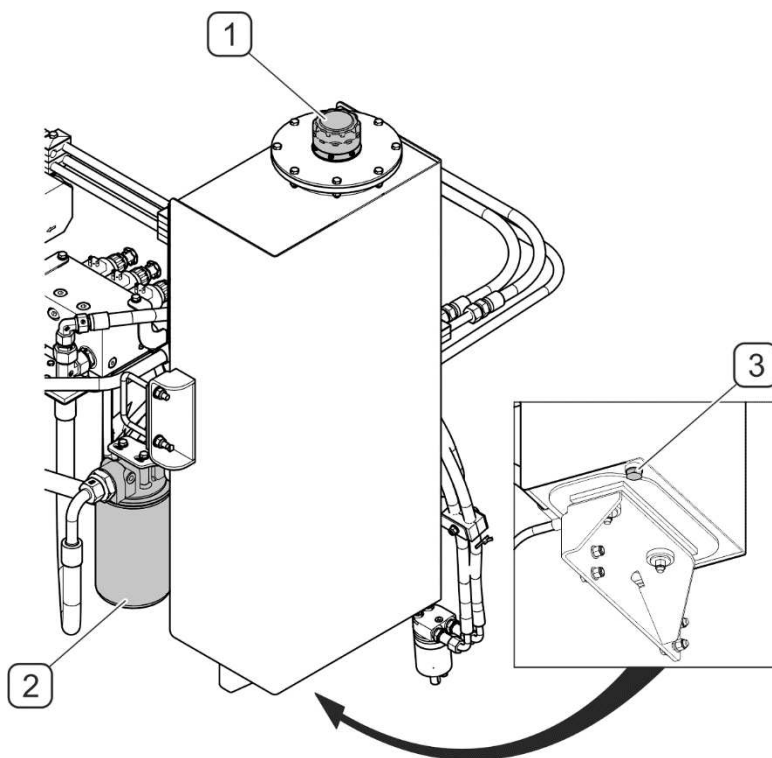

РИСУНОК 5.5 Замена масла и масляного фильтра
- Отвинтить заливную пробку (1) и сливную пробку (3) (РИСУНОК 5.5).
- Отвинтить загрязненный вкладыш фильтра (2).
- Проверить уплотнительную прокладку заливной пробки (1) и проходимость воздухоотводящих отверстий в пробке. Завинтить пробку.
Вкладыш масляного фильтра (РИСУНОК 5.5) следует заменять через каждые 500 мчас или один раз в год.